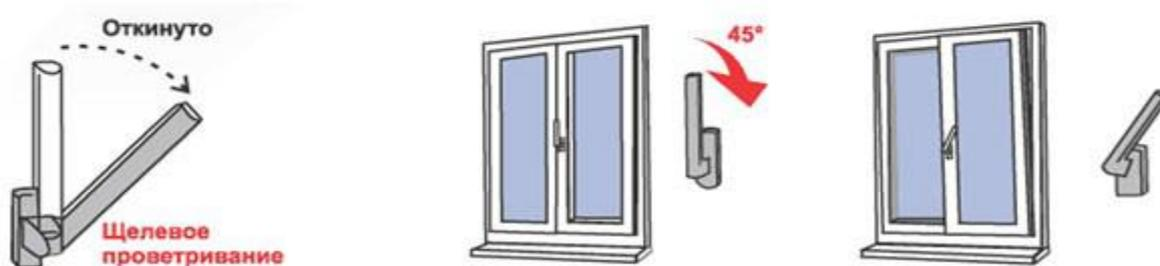

Рис. 3
4) Для перевода створки в положение «Проветривание» ручку поворачивают из положения «Откинута» в положение «Проветривание» на 45 градусов (см. Рис. 3). При этом створка окна (после небольшого поворота относительно нижней горизонтальной оси)